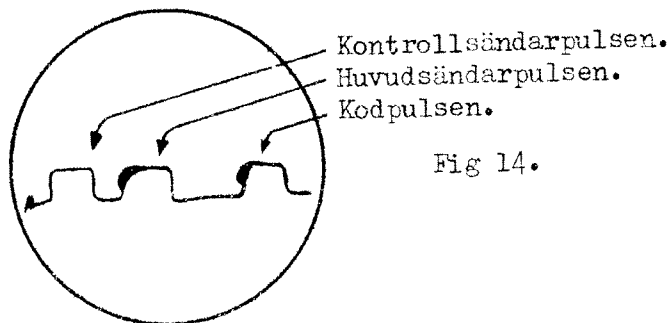

Fig 14.
38. Öka därefter kontrollsändarens uteffekt så att kontrollsändarpulsen just begränsas. Se fig 14.